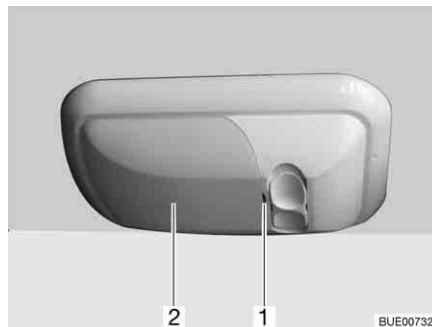

Fig. 225 Luce area cottura
- Sollevare e rimuovere con precauzione la copertura (Fig. 225,2) con l'ausilio di un utensile appropriato (p. es. un cacciavite) agendo sull'intaglio (Fig. 225,1).